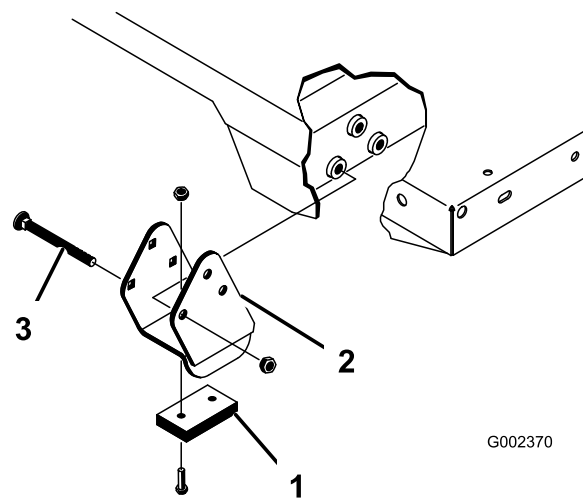

Рисунок 37
2. Аккуратно установите кузов на раму автомобиля, совместив отверстия в задней шарнирной плите кузова с отверстиями в заднем швеллере рамы, и установите 2 штифта с отверстиями под шплинт и шплинты (Рисунок 37).
3. На опущенном кузове закрепите конец каждого штока гидроцилиндра в соответствующих пазах в монтажных плитах кузова с помощью штифта с отверстиями под шплинт и шплинта. Вставьте штифт с отверстиями под шплинт с наружной стороны кузова, при этом шплинт должен находиться снаружи (Рисунок 37). Задние пазы служат для монтажа полноразмерного кузова, а передние пазы - для монтажа кузова размером 2/3.
Примечание: Убедитесь в том, что распорный кронштейн и износная колодка (Рисунок 37) установлены на свои места. Головки каретных болтов должны находиться внутри машины.